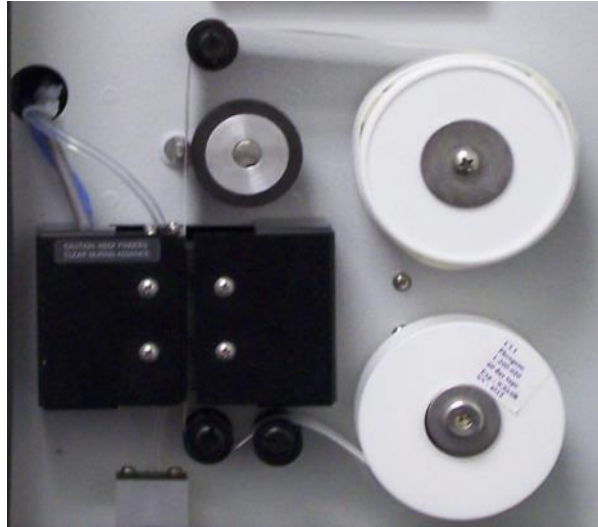

Abbildung 6-3
A. Überprüfen sie den Papierbandpfad in Abbildung 6-3.